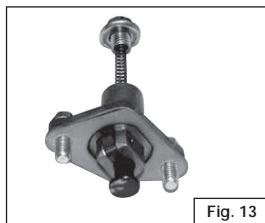

Fig. 13
- Smontare la molla del tendicatena (Fig. 13).
- Remove the chain tensioner spring (Fig. 13).
- Enlevez le ressort du tendeur de chaîne (Fig.13) .